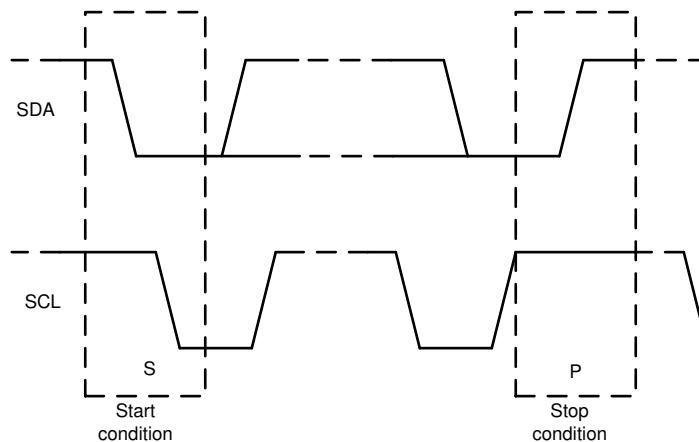

図 57. スタート条件とストップ条件
1. マスタがスタート条件を生成して、データ転送を開始します。スタート条件は、図 57 に示すように SCL が High の間に SDA ラインが High から Low に遷移すると発生します。すべての I²C™ 互換デバイスが、スタート条件を認識します。
4. データ転送の終わりを通知するときには、マスタは SCL ラインが High の間に SDA ラインを Low から High にすることで、ストップ条件を生成します (図 57 を参照)。これによってバスが解放され、アドレス指定されたスレーブとの通信リンクが停止します。すべての I²C™ 互換デバイスが、ストップ条件を認識します。ストップ条件の受信によって、バスは解放され、すべてのスレーブ・デバイスはスタート条件および一致するアドレスが送信されるのを待ちます。